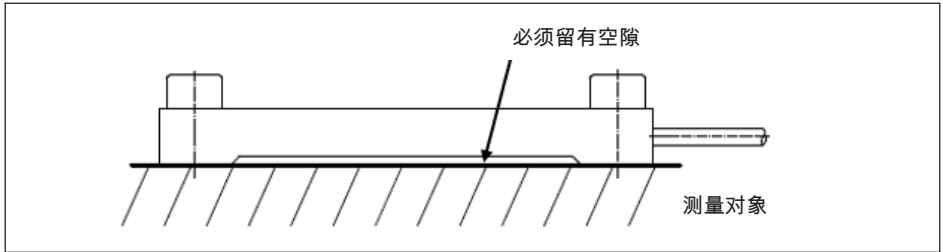

图7.2 应变式传感器的结构
- 应变式传感器的安装如图7.2所示。
- 应变式传感器不得放置于中心偏移区域（参见图7.2），必须在无张力的情况下安装。